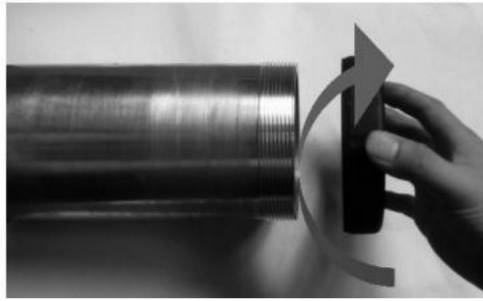

Fig. 3
4.1.1 Instalar o cambiar el retenedor del casquillo de pilotaje. Seleccione el correspondiente. retenedor según los tamaños del pilote de 45 mm, 55 mm, 88 mm, como es se muestra en la Fig.3.